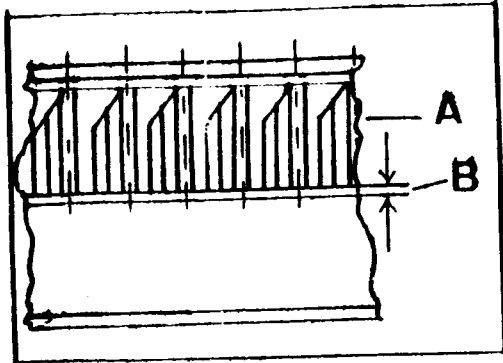

Fig. A3-103 Montaje de la corona del volante motor
2.2. Calentar la nueva corona a unos 250°C y situarla sobre el volante en la posición que indica la fig. A3-103, tomando las precauciones necesarias para evitar quemaduras.
2.3. Introducir la corona en el volante de forma uniforme hasta conseguir la posición indicada en la Fig. A3-103.